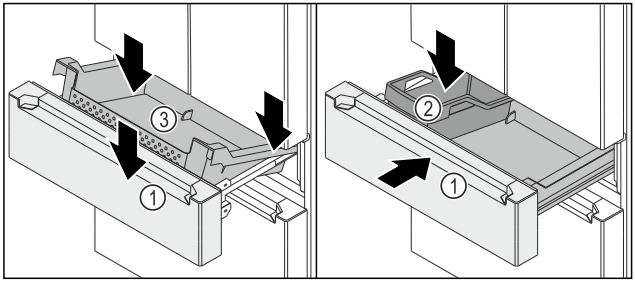

Fig. 151
- ❑ 拉出式滑架 Fig. 151 (1) 已拔出。
- ▶ 将后方容器 Fig. 151 (3) 放到左右侧轨道上。
- ▶ 降下前方容器 Fig. 151 (3)，使容器 Fig. 151 (3) 包围左右侧轨道。
- ▶ 插入 FlexBox Fig. 151 (2)。
- ▶ 推入拉出式滑架 Fig. 151 (1)。